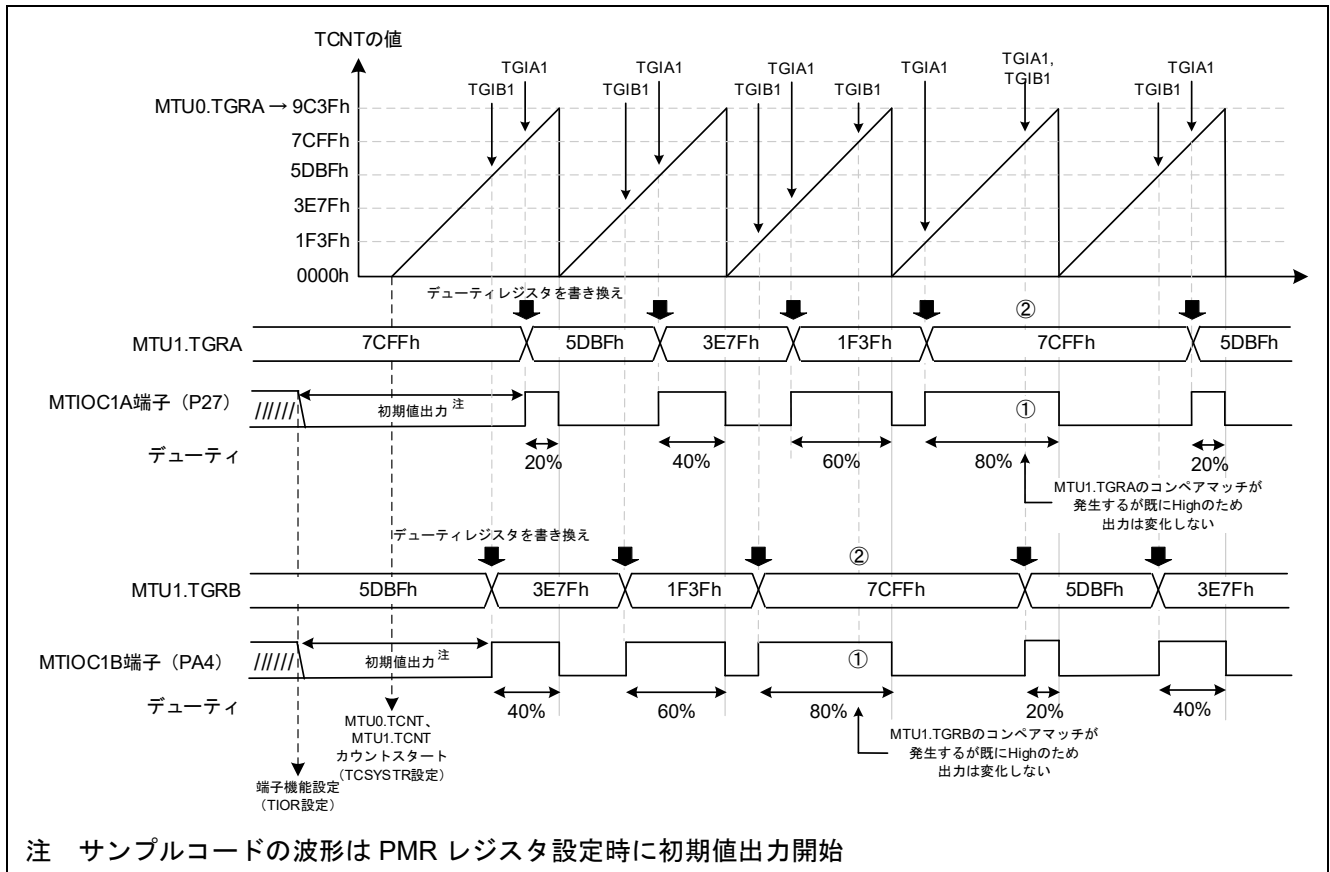

図 3-37 サンプルコードの動作
- デューティの変更タイミングの詳細は図 3-37 を参照
本サンプルコードの動作を図 3-37 に示します。周期ごとにデューティの設定を変更するため、MTU1.TGRA のコンペアマッチ割り込み (TGIA1) でデューティレジスタ MTU1.TGRA を、MTU1.TGRB のコンペアマッチ割り込み (TGIB1) でデューティレジスタ MTU1.TGRB の値を書き換えます。
詳細は、図 3-37 の①を参照してください。